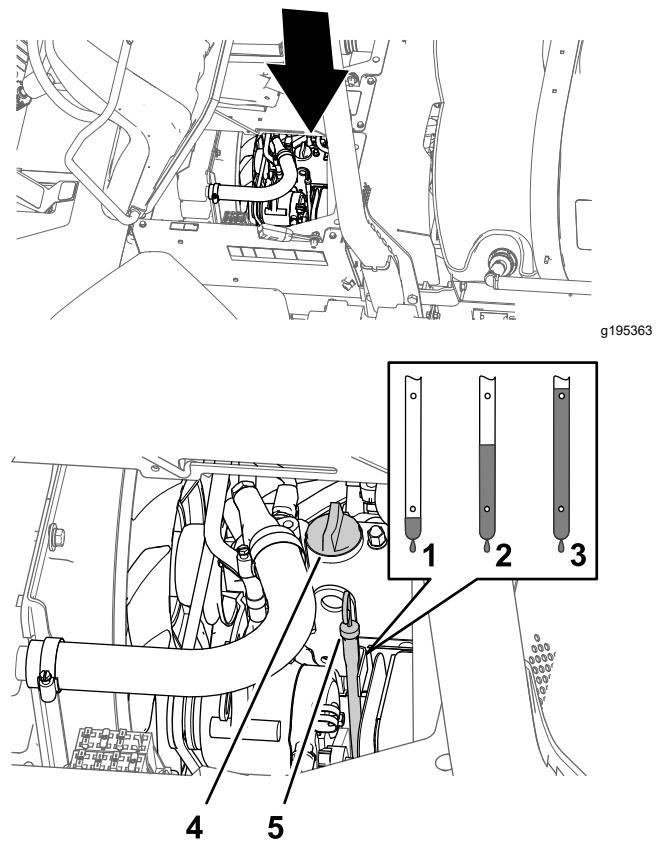

図 78
2. 助手席の下にあるディップスティックを抜きウェスで一度きれいに拭く (図 78)。
3. オイルの量が不足している場合は、バルブカバーについている補給口のキャップ 図 78を取り、ディップスティックの FULL マークまで、補給管からオイルを補給する。
4. キャップを取り付ける 図 78。
5. ディップスティックをしっかりと差し込んで終了 図 78